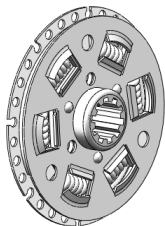

图 5-36 导入减振器装配体
STEP 1 新建“装配体”类型文件，单击“插入零部件”按钮，导入本书提供的素材文件——减振器装配体.sldasm，如图 5-36 所示（此处不再单独介绍减振器的装配操作）。